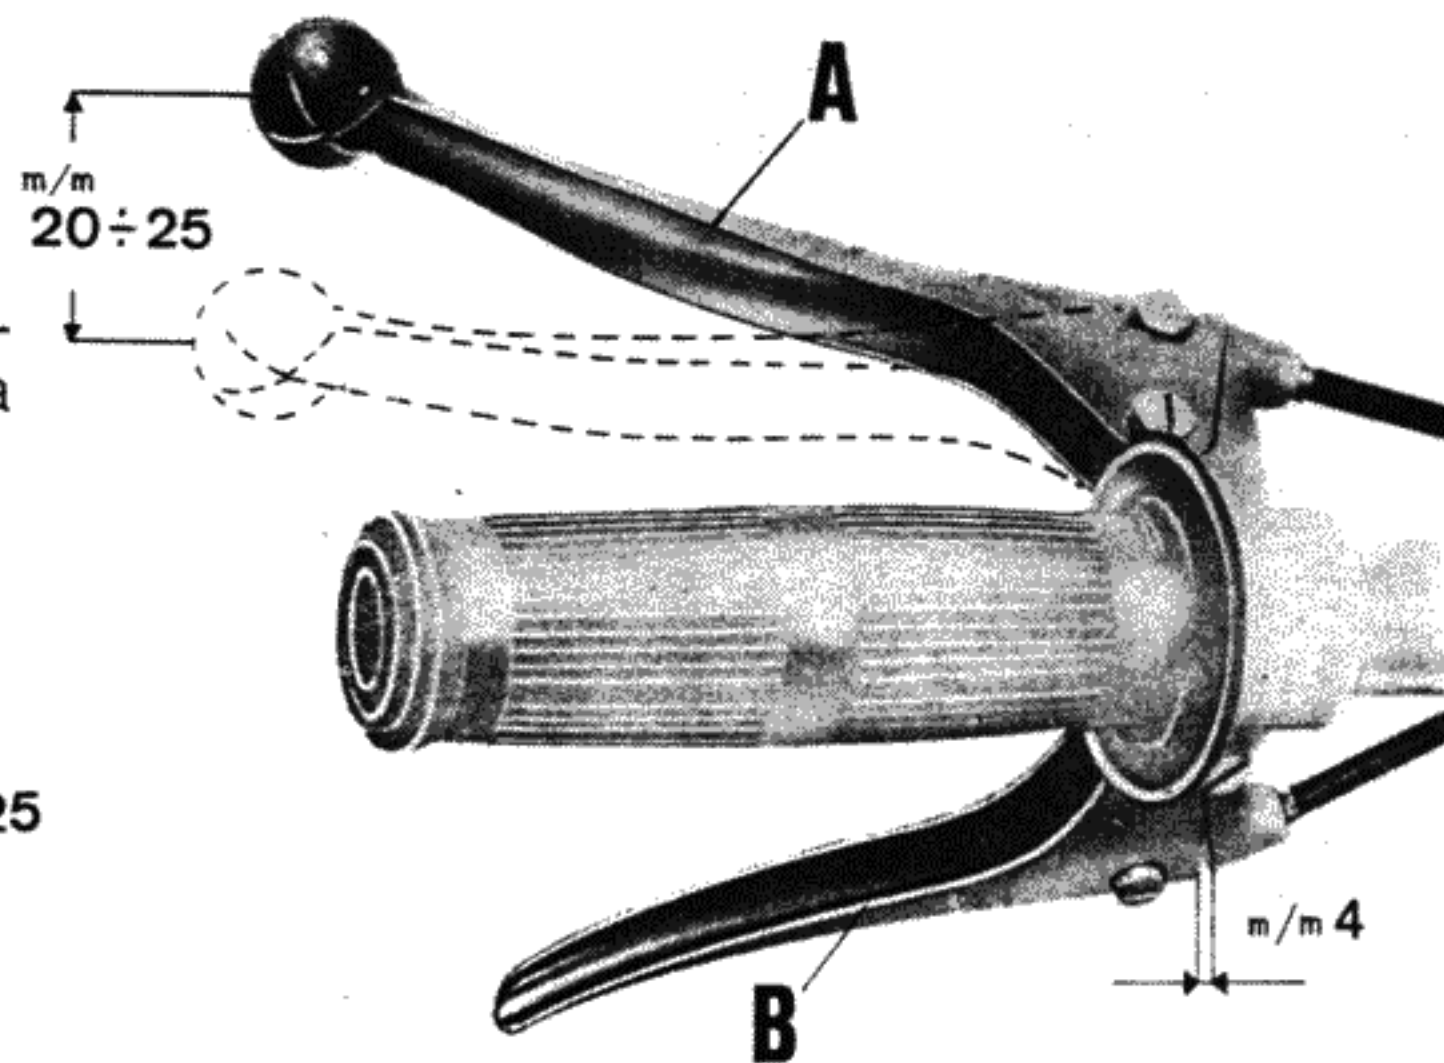

Fig. 7
(ved. B fig. 7)
(ved. A di fig. 7)
- Tirare la leva dell'avviamento (frizione) (B di fig. 7).
Per l'avviamento del motore occorre tirare a fondo la leva che comanda il blocco della frizione che si trova sul lato sinistro del manubrio (vedere B di fig. 7).